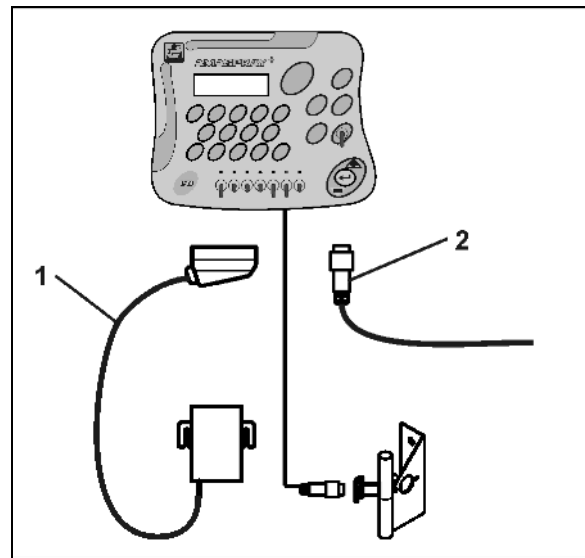

Fig. 3
1. Die am Traktor angebaute / angehangene Maschine über den Maschinenstecker (Fig. 3/1) anschließen.
Das Signalkabel von der Traktor Signalsteckdose oder vom Sensor X (Fig. 3/2) an den AmaSpray+ anschließen.